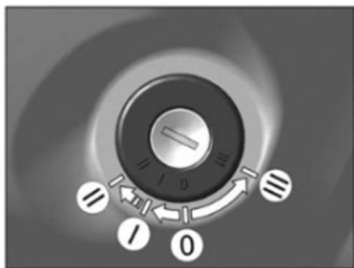

Рис. 5.8 Положения ключа в замке выключателя приборов, стартера и противоугонного устройства
**Б** – замок выключателя приборов, стартера и противоугонного устройства (см. рис. 5.8).
- перевести ключ замка зажигания в положение **I** (рис. 5.8), двигатель не запускать;